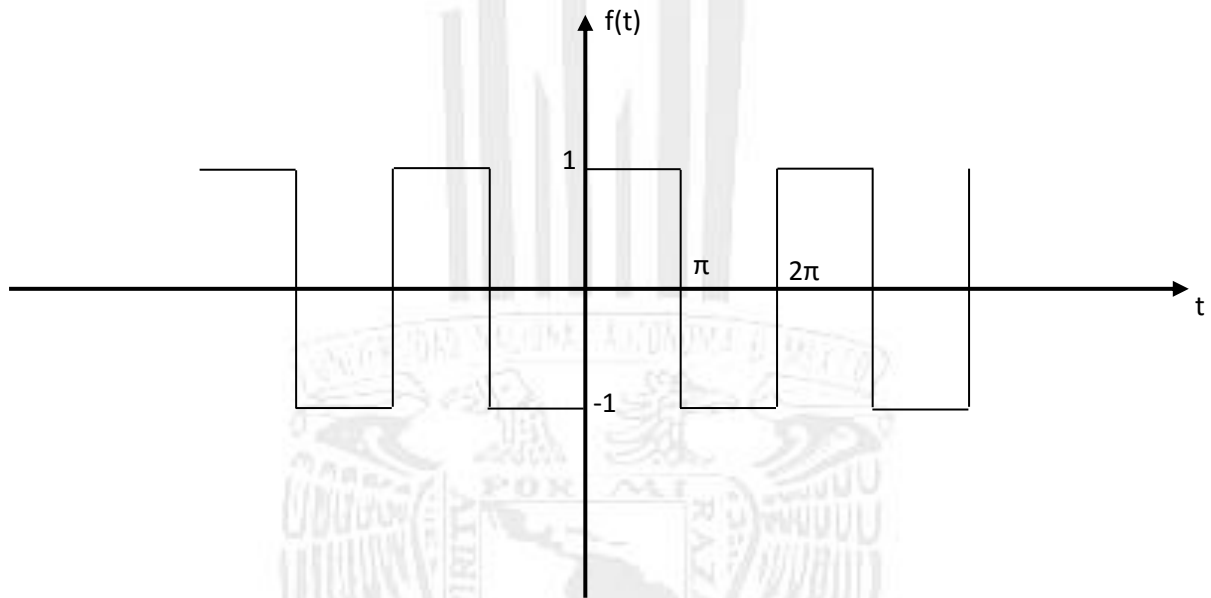

Figura 12.1 Señal rectangular.
- Calcular el análisis de Fourier (serie y transformada) de la figura 12.1 y llegar al siguiente resultado: